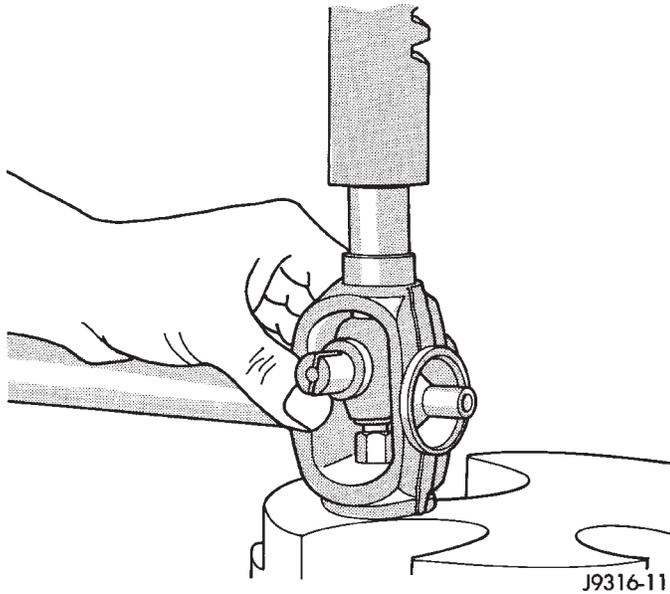

Abb. 29 Lagerdeckel einpressen
- (4) Lagerdeckel in die Bohrung einpressen, daß sich der Sicherungsring einbauen läßt (Abb. 29).
- (5) Sicherungsring einbauen.